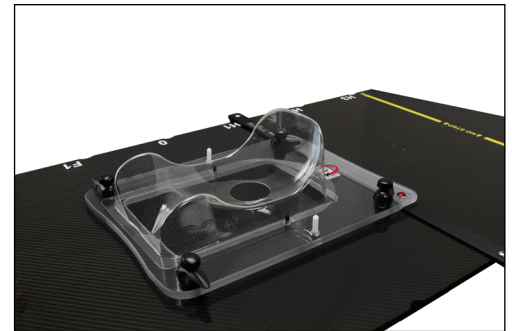

図1
2. Silvermanヘッドサポートを、対応するインデックスピンの上に置きます (図1)。